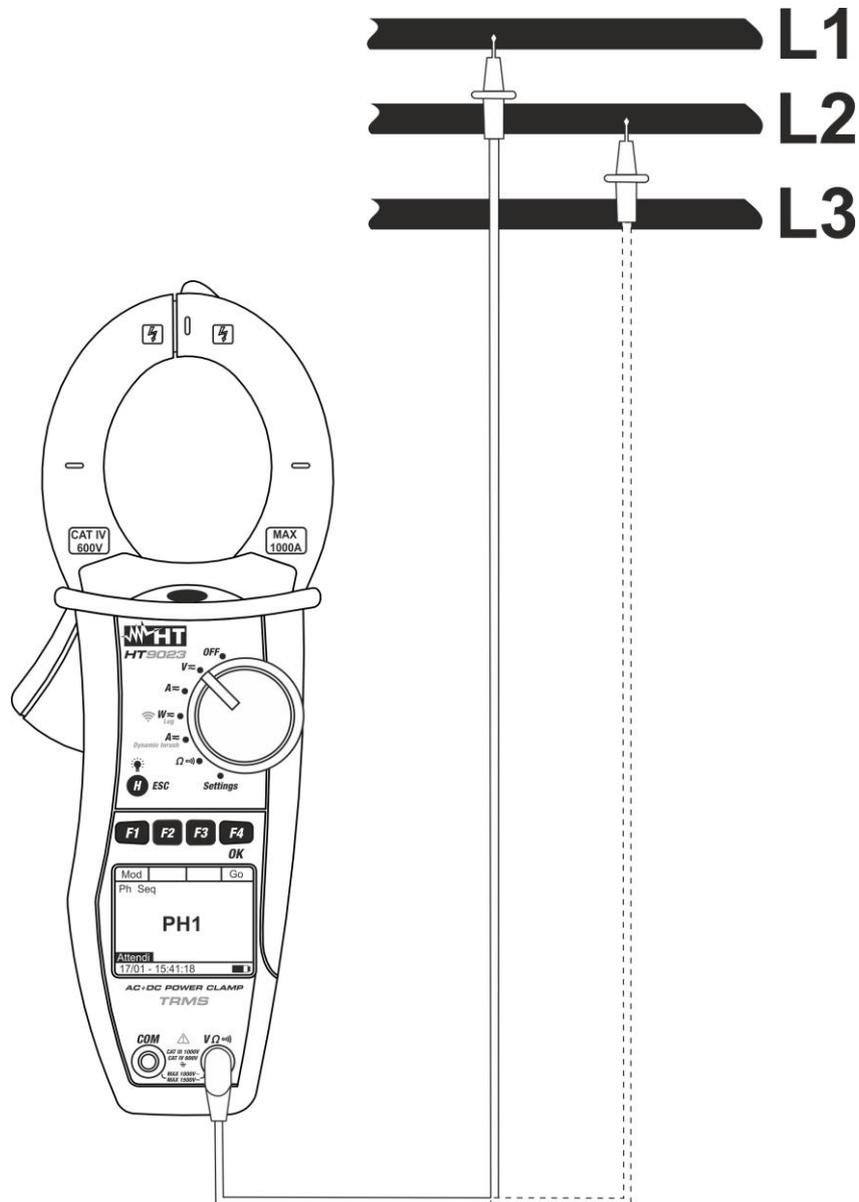

Fig. 7: Verificación del sentido cíclico de las fases
4. Inserte el cable rojo en el terminal de entrada  $V\Omega$ ) y posicione la punta sobre la fase L1 del circuito en examen (vea Fig. 7)
7. El instrumento muestra el mensaje “PH2” y espera la detección de la fase L2. Conecte la punta roja a la fase L2 (vea Fig. 7)